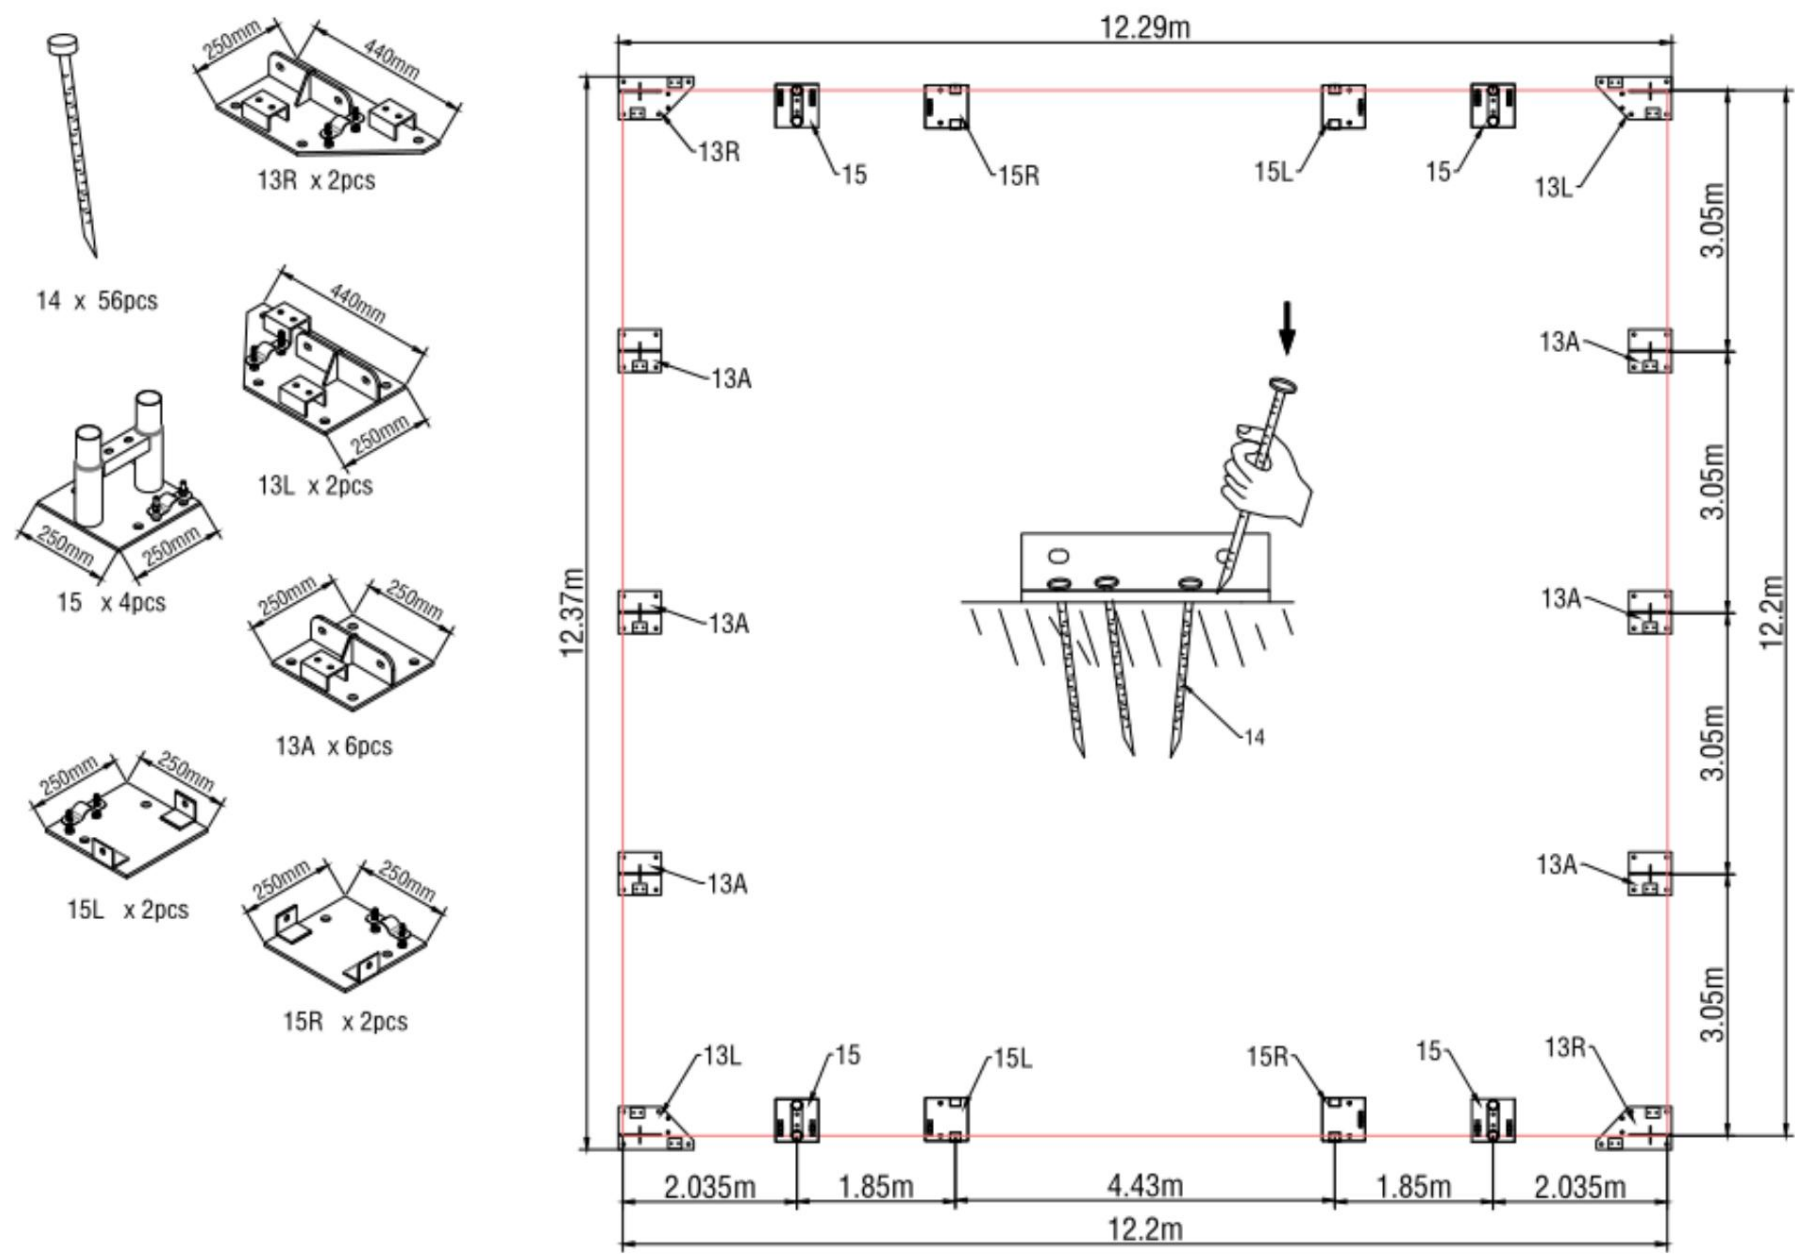

Figure 1
2. Veuillez vous référer au schéma (Figure 1) pour placer les plaques de base.
3. Comme le montre la figure 1, chaque plaque de base est équipée de 4 piquets (n° 14) ou de vis d'expansion.